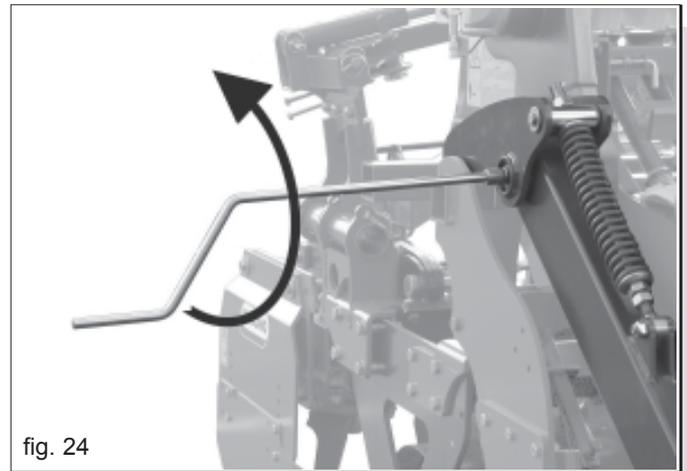

fig. 24
- 4) Sfilare la ruota di trasmissione sganciando la spina di bloccaggio. Inserire la manovella nel braccio della trasmissione (Fig. 24) e girare in senso orario.
- per grandi quantità è consigliabile utilizzare la manovella, sul braccio della trasmissione (Fig. 24), per ruotare l'asse agitatore, controllando così la quantità in scarico sulle vaschette; per le piccole quantità da scaricare, spostare la leva del dosatore oltre la posizione 9 (Fig. 29).